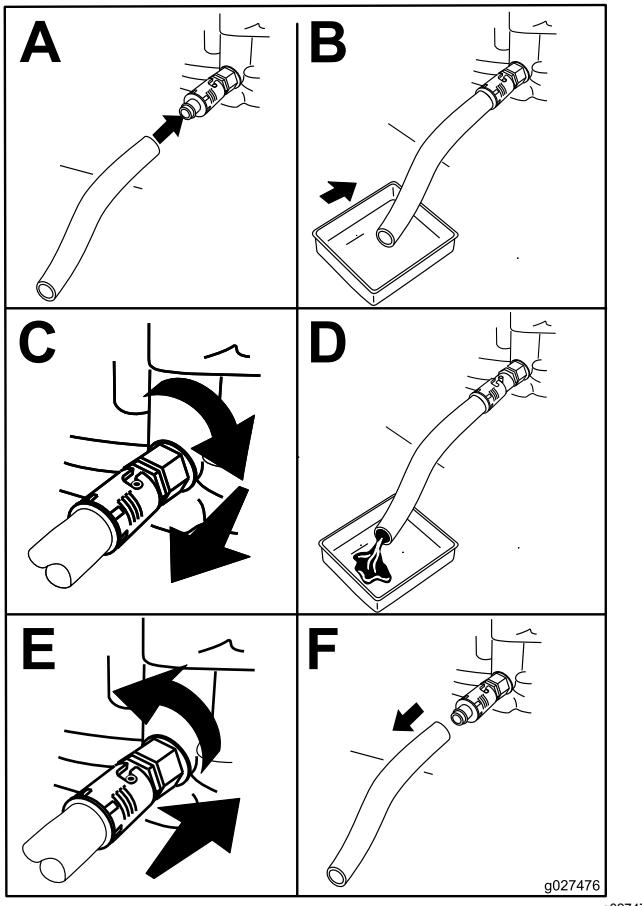

Bild 24
- Lassen Sie das Öl vom Motor ab, siehe (Bild 24).